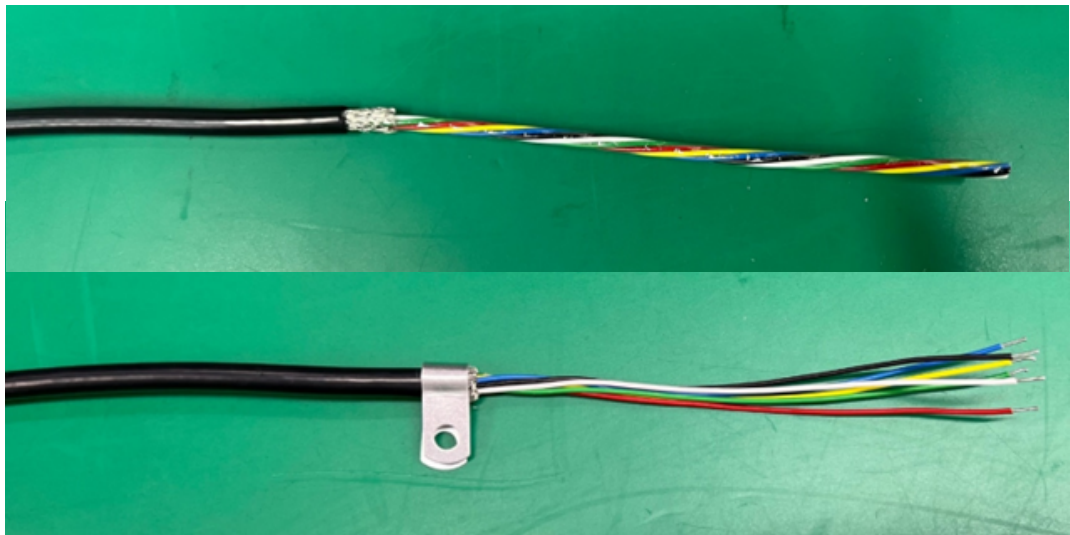
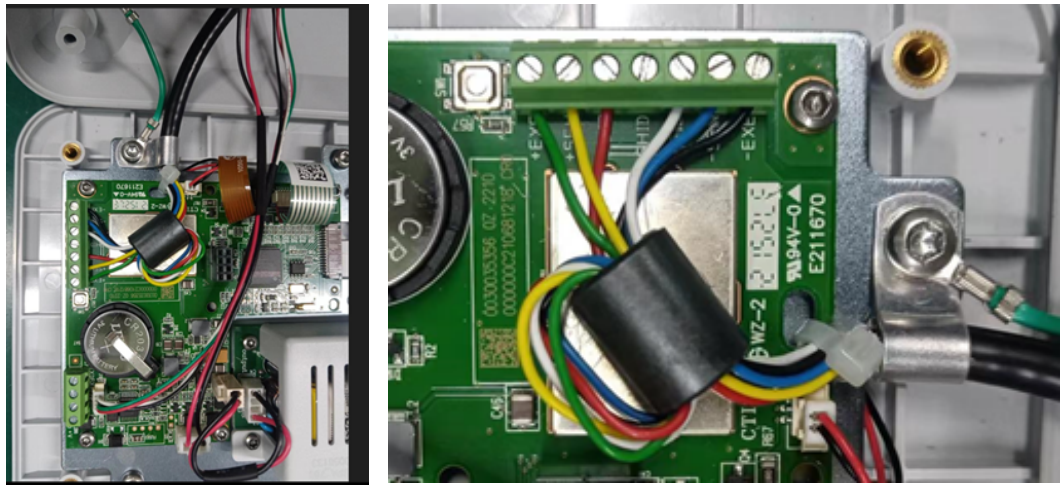

Figura 2-25: Cabo de célula de carga com fecho de baioneta
Figura 2-26: Instalação de Ferrite de Cabo de Célula de Carga Analógica e Aterramento do Chassi, IND231
1. O cabo da célula de carga entra no gabinete através do prensa-cabo indicado na Figura 2-26.
4. O clipe de aterramento fornecido com o terminal é utilizado para conectar a blindagem exposta (Figura 2-25) a uma placa de montagem de metal usando o parafuso de fixação da dobradiça de metal do gabinete, como mostrado na Figura 2-26.